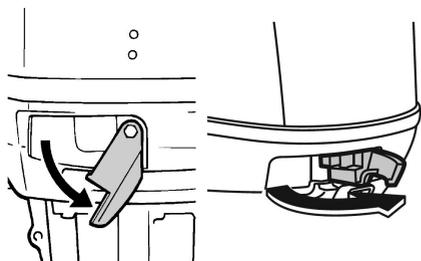

Рис. 21 Снятие кожуха двигателя
2. Переведите рычаг замка кожуха двигателя вниз до упора (для F115FEX-T-EFI: потяните оба рычага на себя) (Рис. 21) и снимите кожух двигателя.